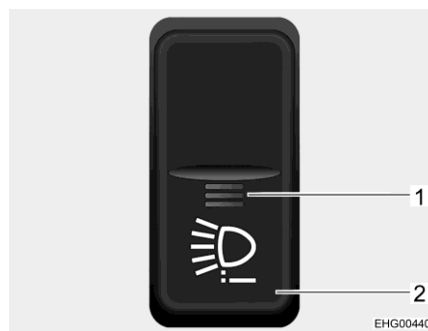

Fig. 13 Commutateur à bascule
- Appuyer sur le commutateur à bascule (Fig. 13,2). L'indicateur de fonctionnement (Fig. 13,1) s'allume en rouge. À l'affichage du combiné d'instruments, le message "Éclairage supplémentaire actif" s'allume brièvement.
Pour désactiver les feux de route supplémentaires à DEL, éteindre le moteur ou appuyer de nouveau sur le commutateur à bascule (Fig. 13,2). L'indicateur de fonctionnement rouge (Fig. 13,1) s'éteint.